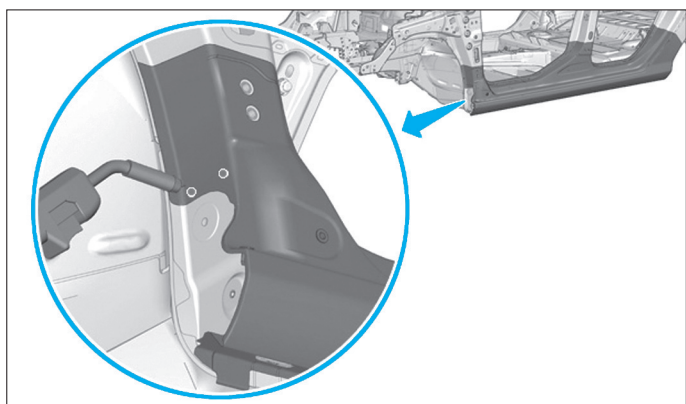

FIG. 114
- Souder par points bouchons (Fig.114).